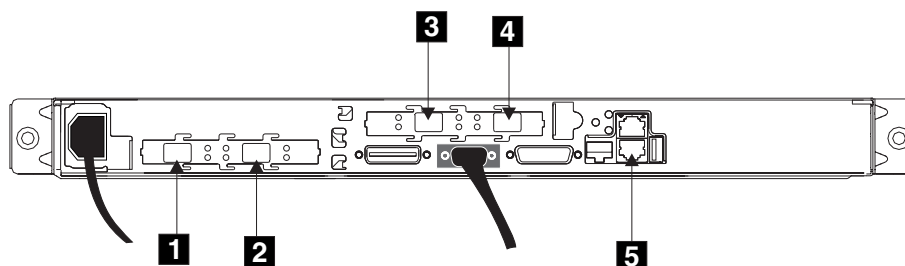

図 34. SAN ボリューム・コントローラーの後部にあるコネクタ
1. イーサネット・ケーブルをイーサネット・ポート 1 **5** に接続する (図 34 を参照)。
2. お客様の要求する構成に従って、ファイバー・チャンネル・ケーブルをファイバー・チャンネル・コネクタに接続する。図 34 に示されているとおり、コネクタには左から右に **1**、**2**、**3**、および **4** の番号が付いています。これらの番号は、お客様のケーブル接続表に示されている番号に対応しています。